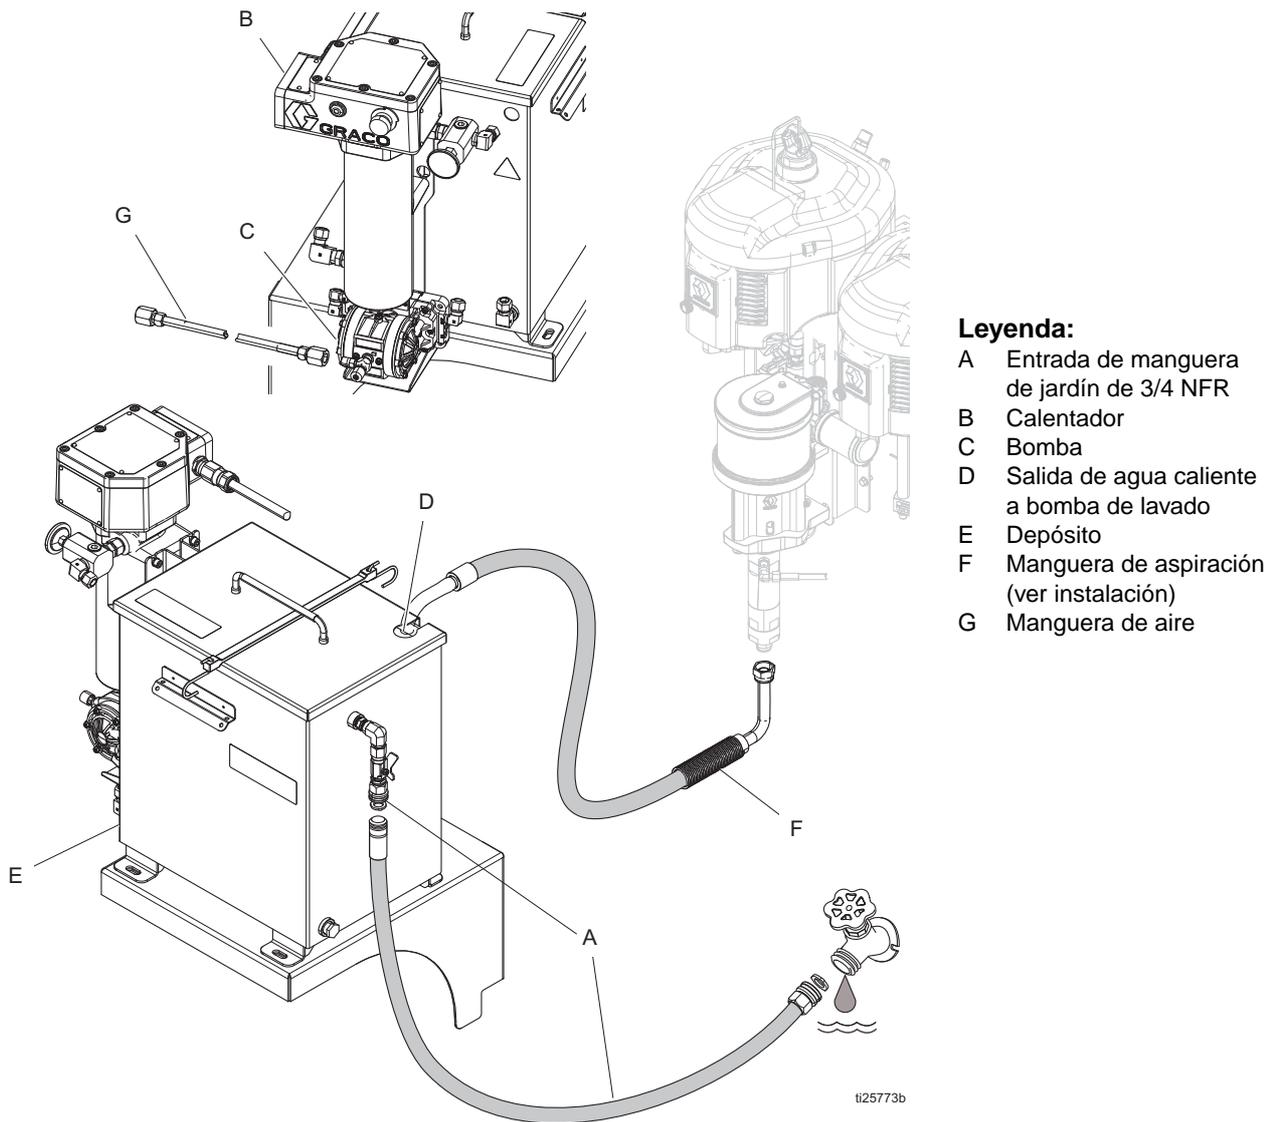
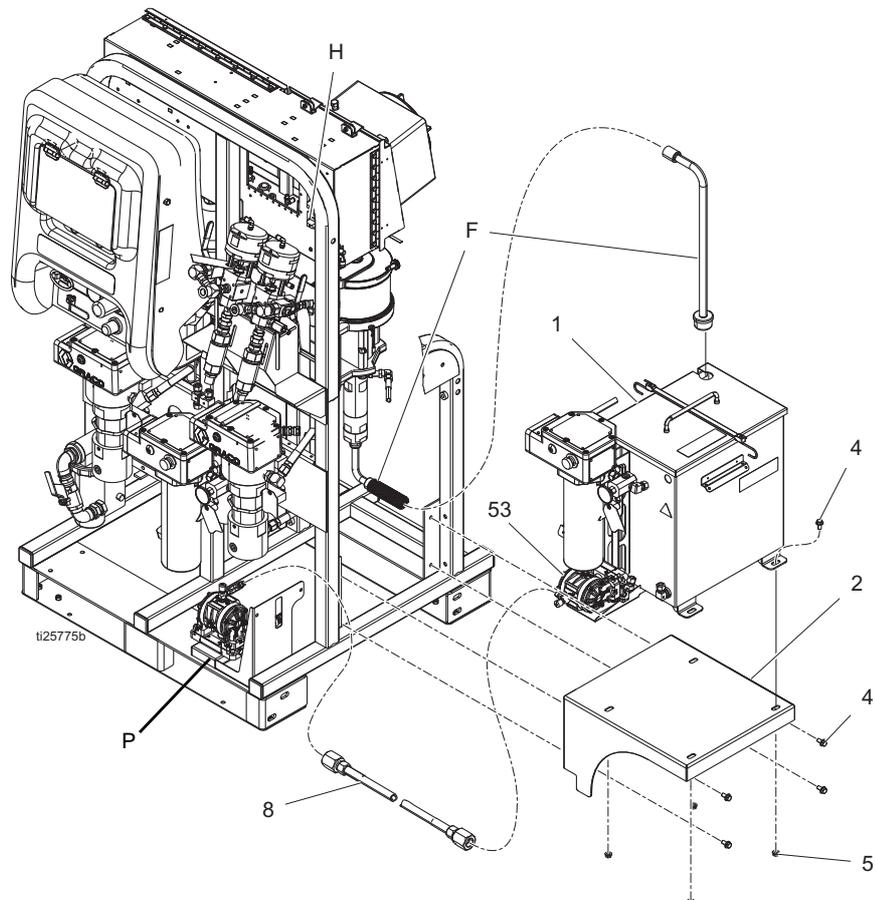
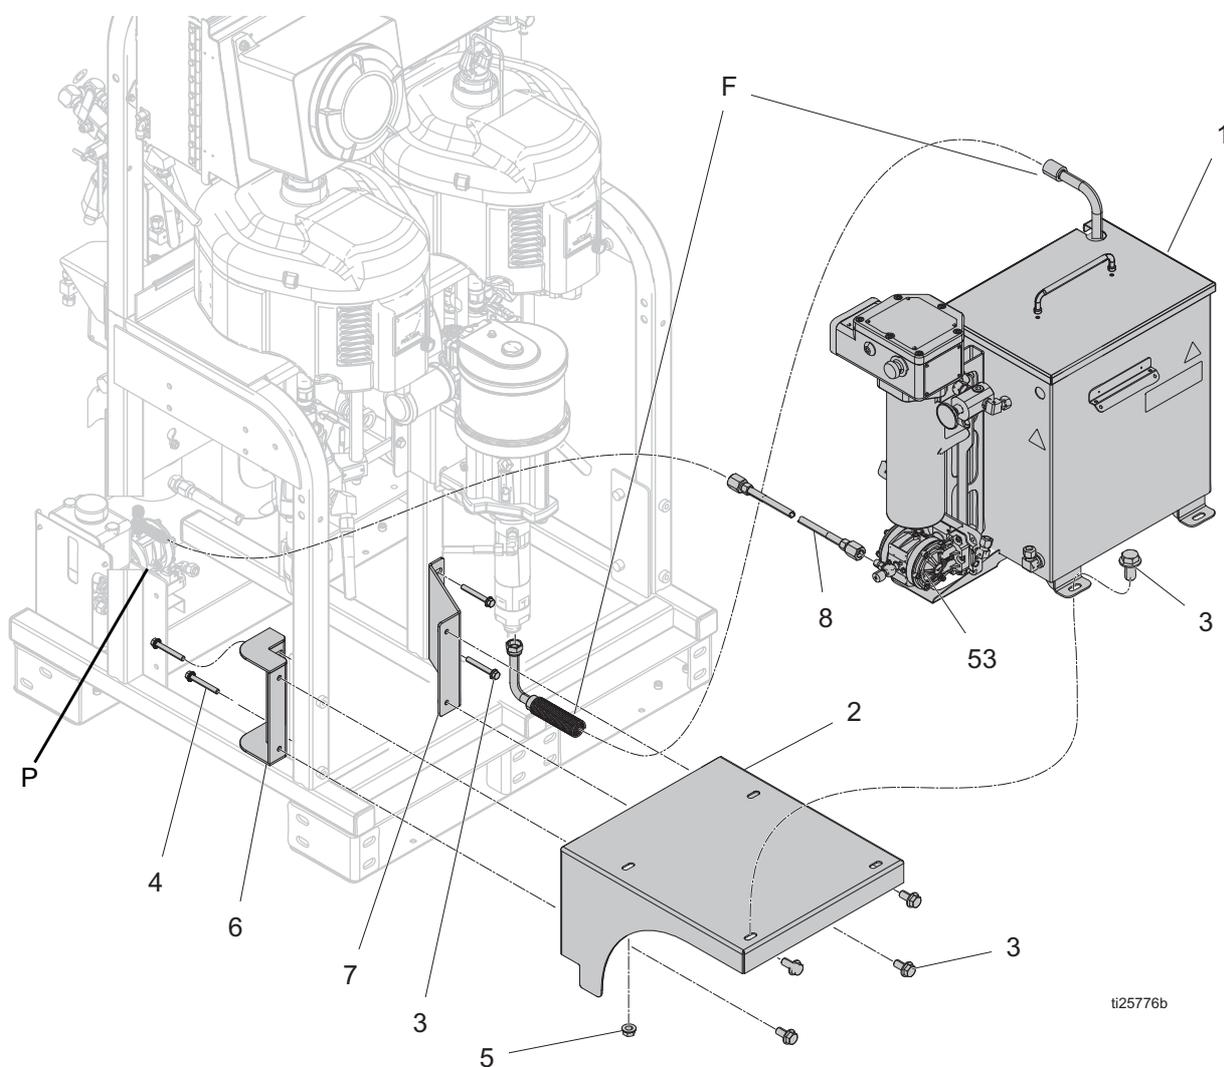

FIG. 1
FIG. 3: Ubicación opcional 1
FIG. 4: Ubicación opcional 2
Consulte la FIG. 1 en la página 5 y la FIG. 3.
Consulte FIG. 1 en la página 5 y FIG. 4 en la página 7.
- a. Retire el tapón (11).
4. Conecte la manguera de aire (8) a la bomba de circulación (53) y a la bomba de diafragma (P) en el sistema PFP. Vea FIG. 3 en la página 6 o FIG. 4 en la página 7.
1. Conecte la manguera de jardín a un suministro de agua y a la entrada de agua (A). Vea FIG. 1, página 5.